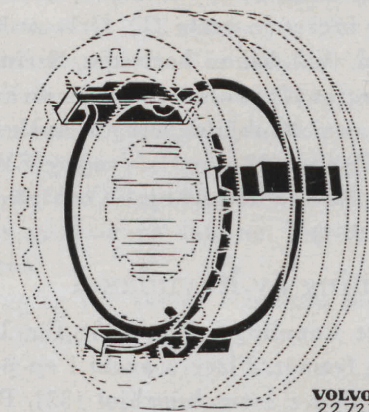
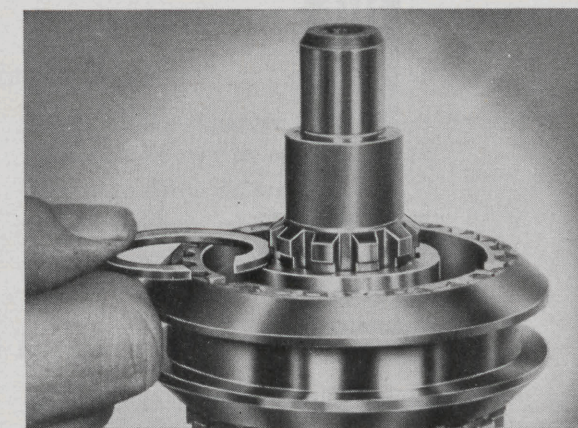

Bild 24. Hopsättning av synkronisering.
Bild 27. Utprovning av låsring.
3. Montera detaljerna för 1:ans och 2:ans synkronisering på huvudaxeln. Montera fjäder-ringarna rätt, se bild 24.
6. Sätt samman 3:ans och 4:ans synkronisering. Montera fjädderringarna rätt, se bild 24. Vänd kopplingshylsan så att det svarvade spåret i en av de sneda ytorna kommer bakåt. Montera därefter synkroniseringen på huvudaxeln. Prova ut en låsring av rätt tjocklek, se bild 27, och montera denna.